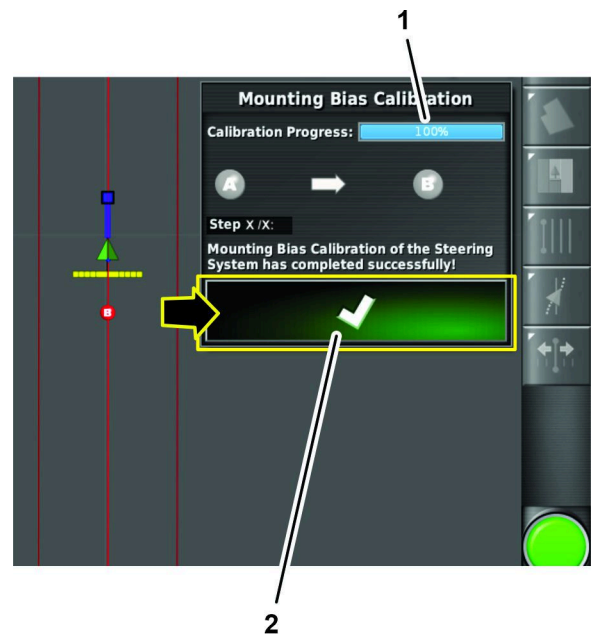

Figure 172
- La boîte de dialogue indiquant 100 % de progression de l'étalonnage, cliquez sur l'icône de confirmation (Figure 172).